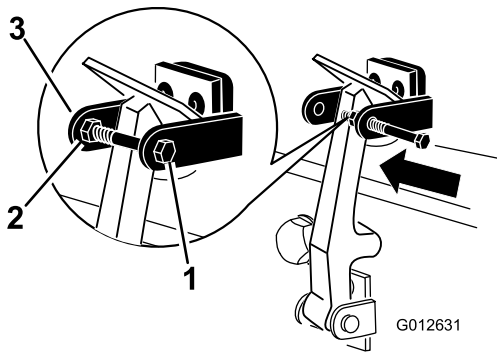

図 6
8. フードラッチブラケットのもう一つのアームにボルトを差し込んでラッチをロックする 図 6。ボルトをしっかりと締め付けるが、ナットは締め付けない。